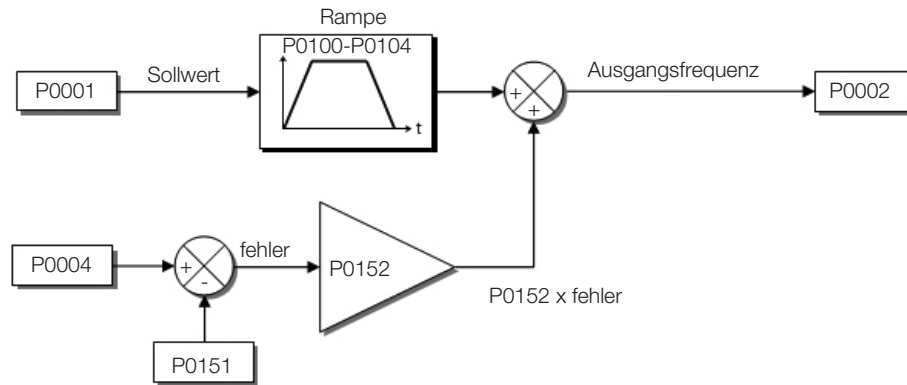
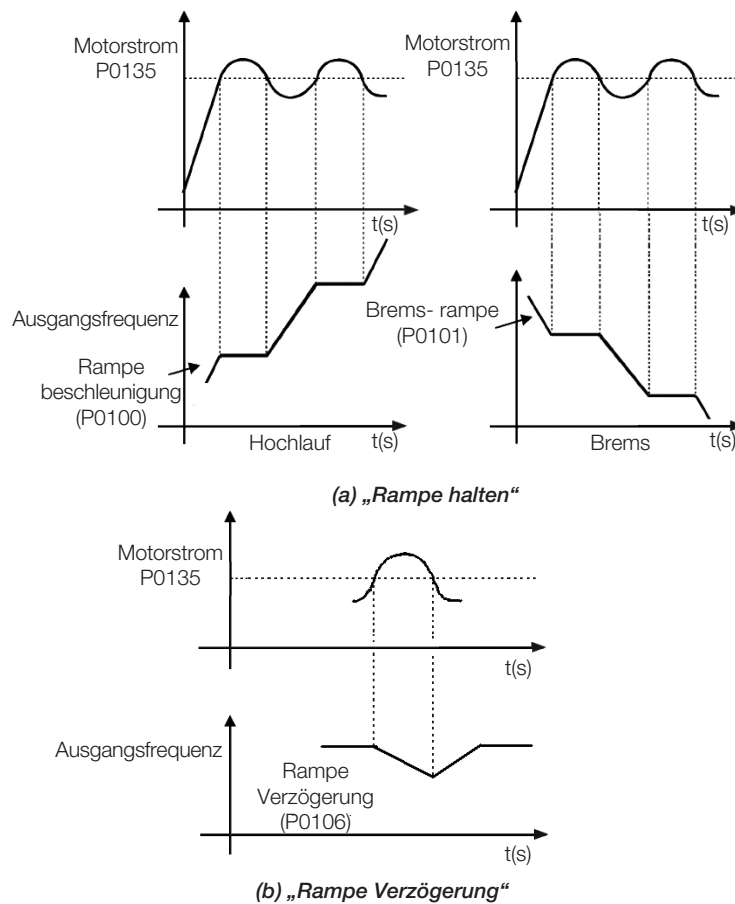

Abbildung 9.8: Blockdiagramm der Zwischenkreisspannungsbegrenzung – Beschleunigungsrampe
Abbildung 9.10: (a) und (b) Einschaltmodi der Strombegrenzungen via P0135
- Die Zwischenkreisspannung wird gemessen (P0004) und mit dem in P0151 festgelegten Wert verglichen; der Unterschied zwischen diesen Signalen (Fehler) wird mit der Proportionalverstärkung multipliziert (P0152); das Ergebnis wird anschließend am Rampenausgang hinzugefügt, vgl. Abbildung 9.8 auf Seite 9-13 und Abbildung 9.10 auf Seite 9-14.
- Wirkweise: wenn der Motorstrom den in P0135 gesetzten Wert bei der Beschleunigung oder Verzögerung übersteigt, wird die Frequenz nicht erhöht (Beschleunigung) oder verringert (Verzögerung). Wenn der Motorstrom einen Wert unter P0135 erreicht, beschleunigt bzw. verzögert der Motor wieder. Siehe Abbildung 9.10 auf Seite 9-14.
- Wirkweise: wenn der Motorstrom den in P0135 gesetzten Wert übersteigt, wird für den Frequenzeingang der Rampe ein Nullwert erzwungen, der den Motor in eine Verzögerung zwingt. Wenn der Motorstrom einen Wert unter P0135 erreicht, beschleunigt der Motor wieder. Siehe Abbildung 9.10 auf Seite 9-14.
Der Wert der Stromstärke, bei dem die Strombegrenzung für die Modi Rampe halten und Rampe verzögern aktiviert wird, ist in Abbildung 9.10 auf Seite 9-14, beziehungsweise.